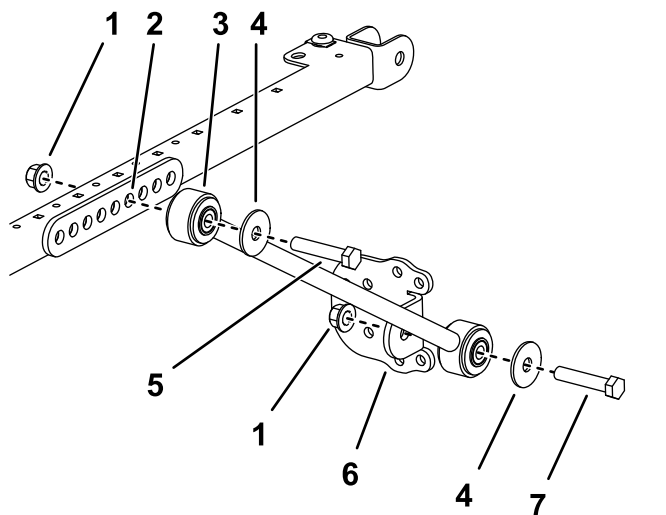

Рисунок 20
12. С каждой стороны рамы солнцезащитного навеса прикрепите, не затягивая, удлинительное звено к четвертому отверстию кронштейна подпорки с помощью 2 болтов ($\frac{1}{2} \times 2\frac{3}{4}$ дюйма) и 2 фланцевых гаек ($\frac{1}{2}$ дюйма), как показано на рис. Рисунок 20.
13. Прикрепите, не затягивая, кронштейн подпорки к каждой подпорке с помощью болта ($\frac{1}{2} \times 2\frac{1}{2}$ дюйма), шайбы ($\frac{1}{2}$ дюйма) и фланцевой гайки ($\frac{1}{2}$ дюйма), как показано на Рисунок 20.